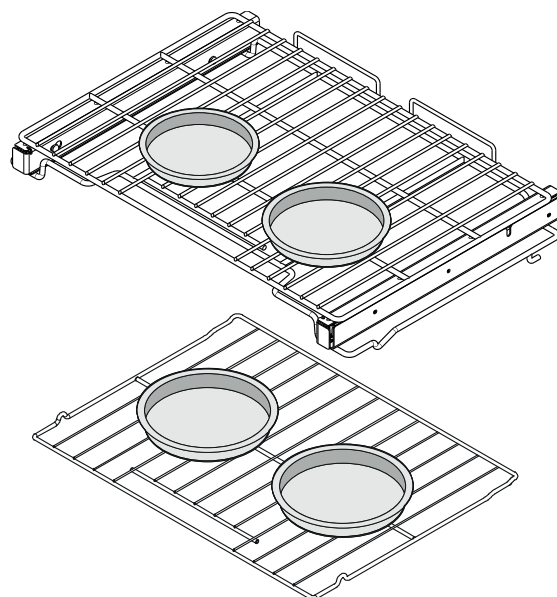

Figure 15 : Espacement des ustensiles de cuisson lors de l'utilisation de plusieurs grilles
- Lorsque vous utilisez 2 grilles pour la cuisson de gâteaux, placez les ustensiles de façon à laisser entre 5 et 10 cm (2 à 4 po) d'espace entre les aliments pour assurer une bonne circulation d'air (Figure 15).